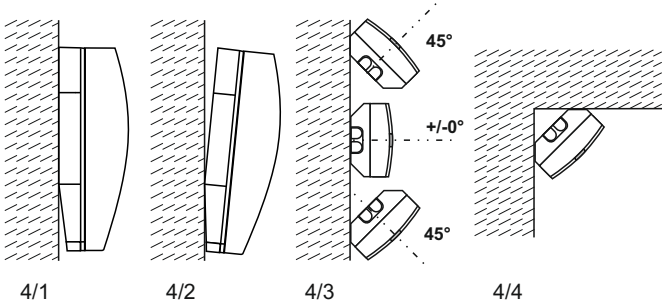
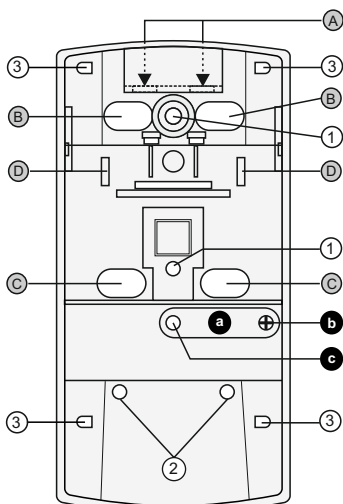

Рис. 4
Рис. 5
### 6.2 Способы монтажа (рис. 4 и рис. 5)
#### 0° Вертикальный (рис. 4/1)
Крепление 2 винтами (рис. 5-①).
#### С вертикальным с наклоном 3° (рис. 4/2)
Крепление 2 винтами: 2 отверстия в нижней части на одной высоте (рис. 5-②).
#### С горизонтальным наклоном 45° влево или вправо (рис. 4/3)
Крепление через 2 отверстия с одной стороны (рис. 5-③).
#### Угловой (рис. 4/4)
Крепление через 2 с одной стороны (рис. 5-④).
### 6.3. Ввод и компенсация кабелей (см. рис. 5)
- Контроль взлома можно применить при монтаже в соответствии с рис. 4/1 и 4/2.